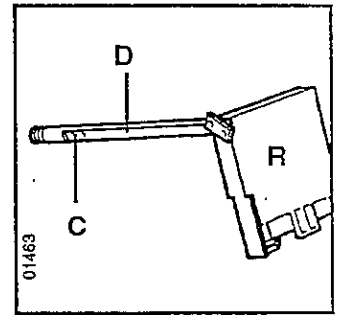

Fig. 3
Fixer le collecteur de départ (D) (il comporte deux piquages (C) de 1/2") sur l'élément d'extrémité droit à l'aide d'une des plaques (A) (Fig. 3 et 4).